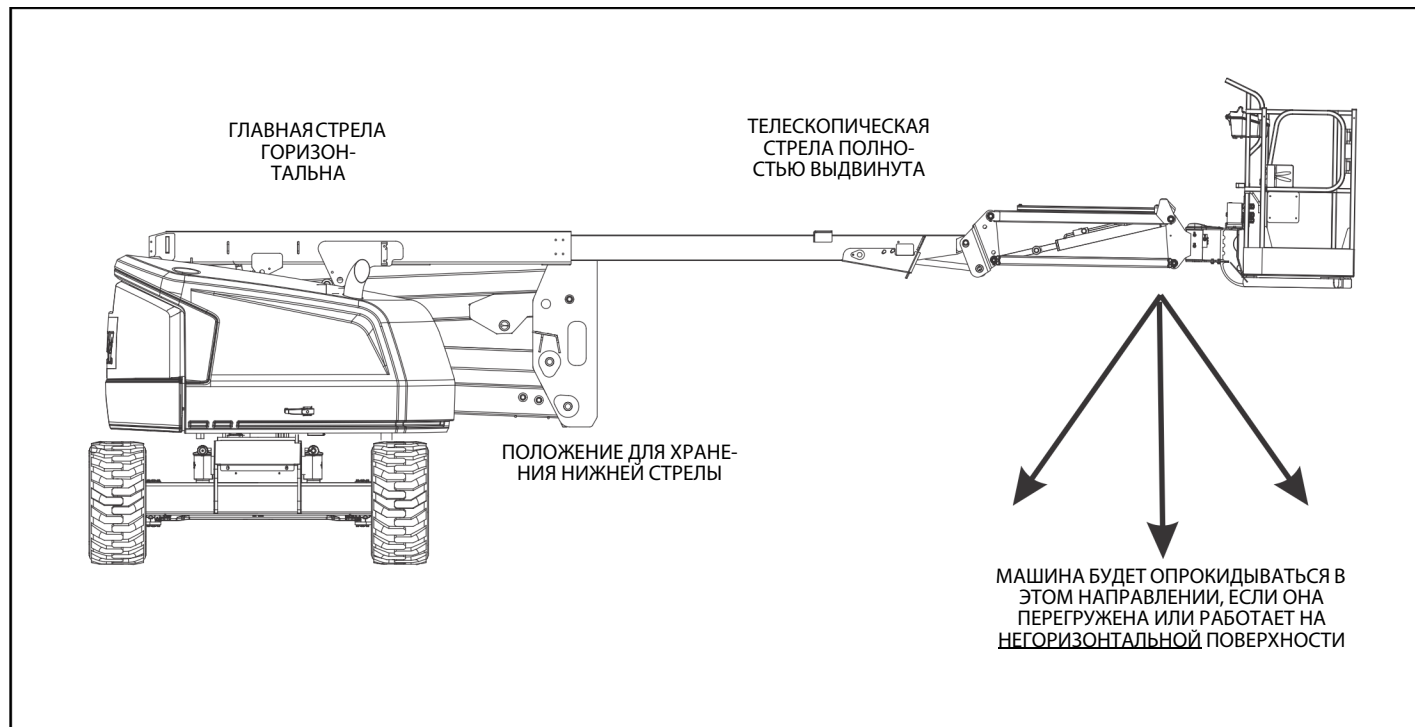
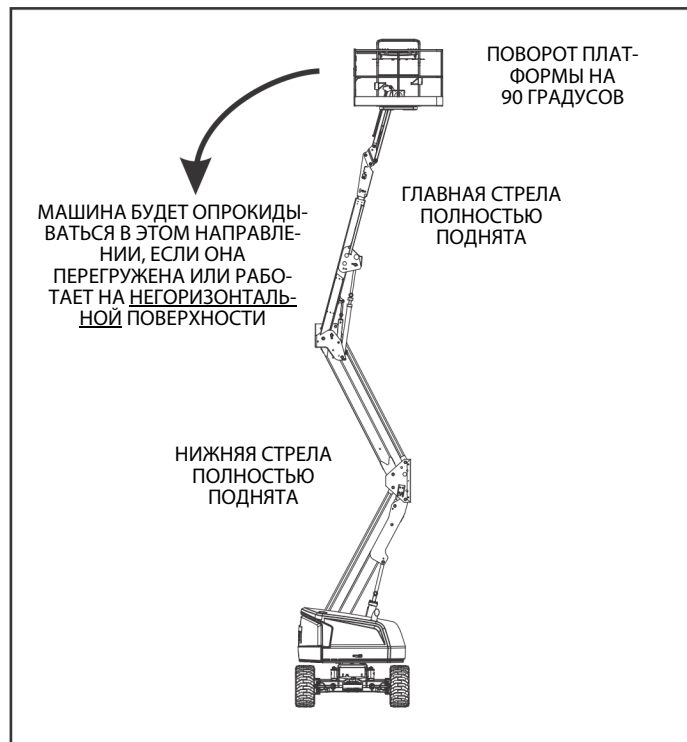

Рис. 4-1. Положение минимальной устойчивости против опрокидывания вперед
Рис. 4-2. Положение минимальной устойчивости против опрокидывания назад
Устойчивость машины определяется двумя (2) параметрами, которые называют устойчивостью к опрокидыванию **ВПЕРЕД** и **НАЗАД**. Для ознакомления с положением машины с минимальной устойчивостью к опрокидыванию **ВПЕРЕД** см. Рис. 4-1., а для ознакомления с положением машины с минимальной устойчивостью к опрокидыванию **НАЗАД** см. Рис. 4-2.